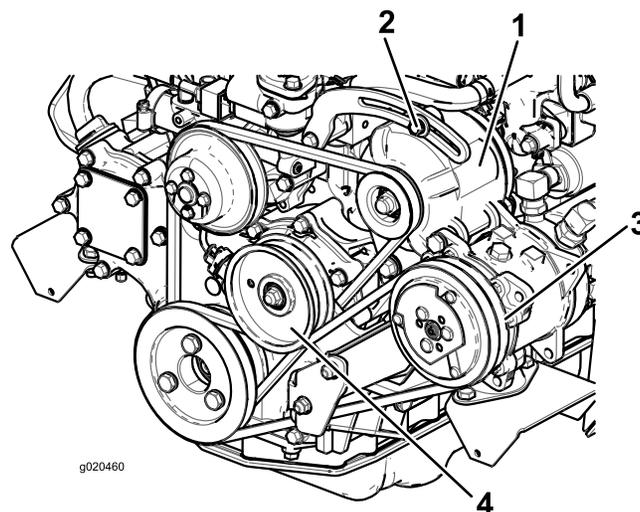

Bild 64
2. Lockern Sie bei einer Durchbiegung von mehr oder weniger als 10 mm die Befestigungsschrauben der Lichtmaschine (Bild 64).